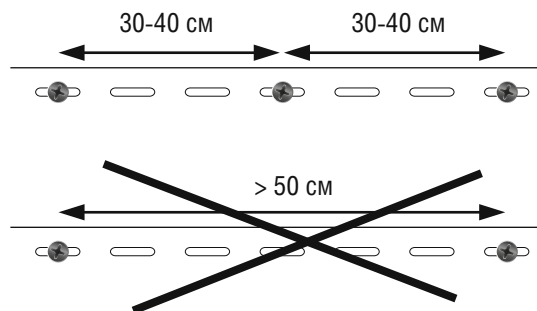

рис. 6
1. На обрешеченную поверхность устанавливается стартовая планка по заранее выставленному уровню. Ее крепление производится саморезами через каждые 30-40 см (рис. 6).
товый молдинг (рис. 5), в который вставляется откос. Другой стороной откос устанавливается на обрешетку и крепится при помощи шурупов через специальные монтажные пазы (рис. 6). Далее в монтажный зазор откоса вставляется фасадная панель. Таким образом, происходит отделка дверного или оконного проема без применения наличника.